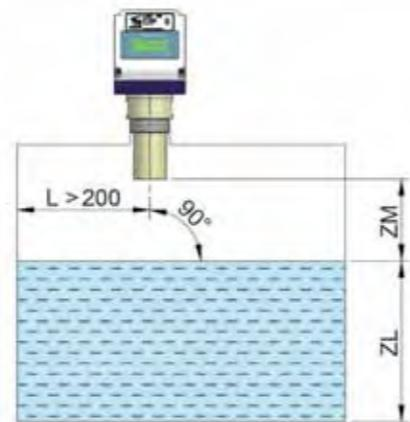

Fig. 1
El montaje del transmisor de nivel debe realizarse de forma que la cara del transductor quede lo más paralela posible respecto a la superficie del producto, para asegurar una medición correcta. La distancia mínima a la pared del recipiente debe ser como mínimo de 200 mm evitando que el sensor quede centrado en el eje del depósito, especialmente en los casos con agitación o formación de conos de vaciado (Fig. 1).
La zona muerta (ZM) es aquella zona próxima al transductor, donde el aparato no es capaz de efectuar una medición (Fig. 1).